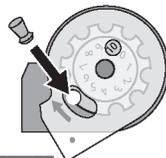

Fig. 7c
• Coloque o primeiro chumbo no magazine com a ponta para baixo. Certifique-se que o chumbo não fique saindo para fora na parte de trás do magazine. No caso do chumbo ficar exposto para fora do magazine apenas empurre-o para frente. Cuidado para não amassar ou danificar o chumbo pois isto pode afetar a precisão. (Fig. 7c.)